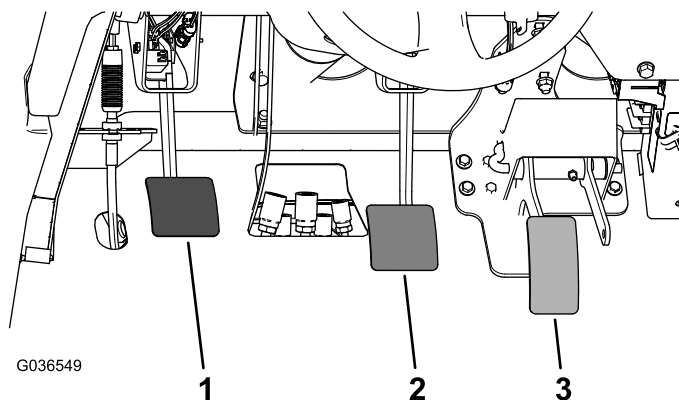

**Figure 61**
1. Retirez la goupille fendue et l'axe de chape qui fixent la chape du maître-cylindre au pivot de la pédale de frein (Figure 61).